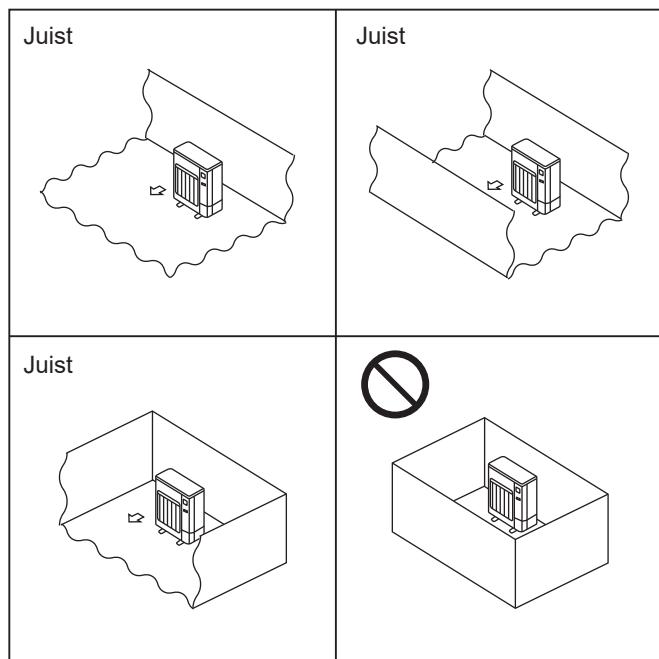

Fig. 2-1
- Ⓞ Installeer buitenapparaten op een plaats met minimaal een van de vier zijden open en in een ruimte zonder verlagings die voldoende groot is. (Fig. 2-1)